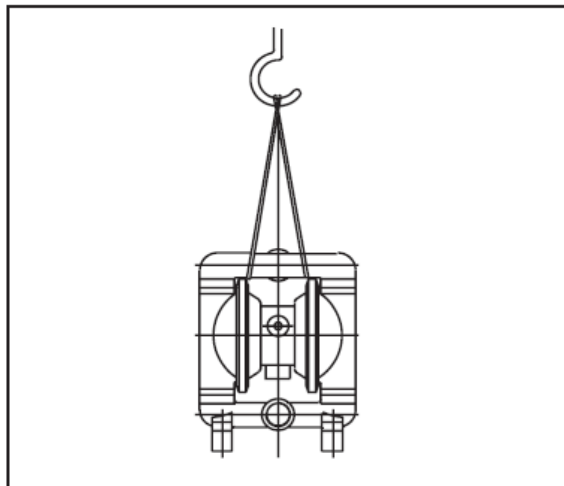

Figura 4 - Trasporto
- a) **Agendo nella valvola della linea di mandata fluido.** (Rif. A Figura 4) In questo caso si blocca solamente la fuoriuscita del fluido, le camere interne della pompa restano in pressione. Alla successiva riapertura della valvola, la ripartenza sarà immediata.
- b) **Agendo nel regolatore di pressione della linea pneumatica in ingresso alla pompa.** (Rif. B Figura 4) In questo caso si blocca sia la fuoriuscita del fluido, sia l'ingresso dell'aria alla pompa.